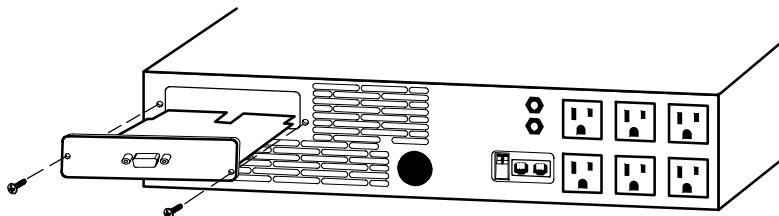

Abbildung 21. Entfernen der Schnittstellenkarte
1. Die Schnittstellenkarte von der Rückwand der USV entfernen. Die Schrauben aufbewahren (siehe Abbildung 21).